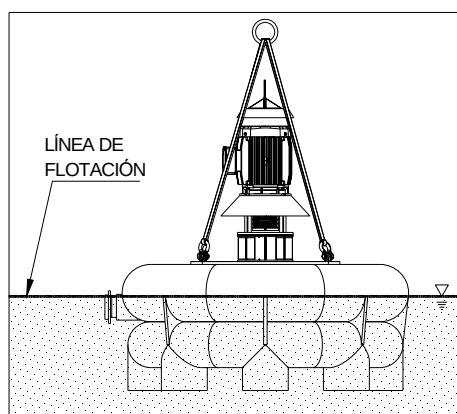

Figura 29
- Los equipos de bombeo en balsa están diseñados para flotar horizontales y su nivel de flotación debe ser cercano al diámetro del tubo del octógono superior (figura 29).